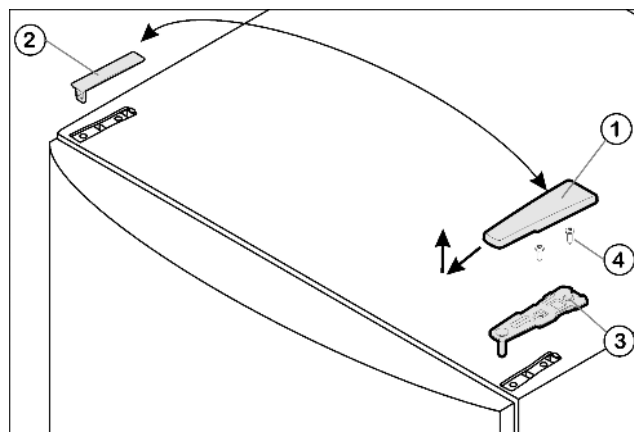

Fig. 4
- ▶ Wyjąć osłonę Fig. 4 (1) do przodu i do góry.
- ▶ Podnieść osłonę Fig. 4 (2).
- ▶ Odkręcić górną płytkę zawiasu Fig. 4 (3)(2 razy Torx® 25) Fig. 4 (4) i wyjąć ją do góry.
- ▶ Włożyć w drzwi górną płytkę zawiasu Fig. 4 (3) po nowej stronie zawiasów.
- ▶ Dokręcić górną płytkę zawiasu (z siłą 4 Nm) (2 razy Torx® 25) Fig. 4 (4). Ewentualnie nakłuć otwory pod śruby lub użyć wkrętarki akumulatorowej.
- ▶ Założyć osłonę Fig. 4 (1) i osłonę Fig. 4 (2) od zewnątrz odpowiednio po przeciwległej stronie i zazębnić.